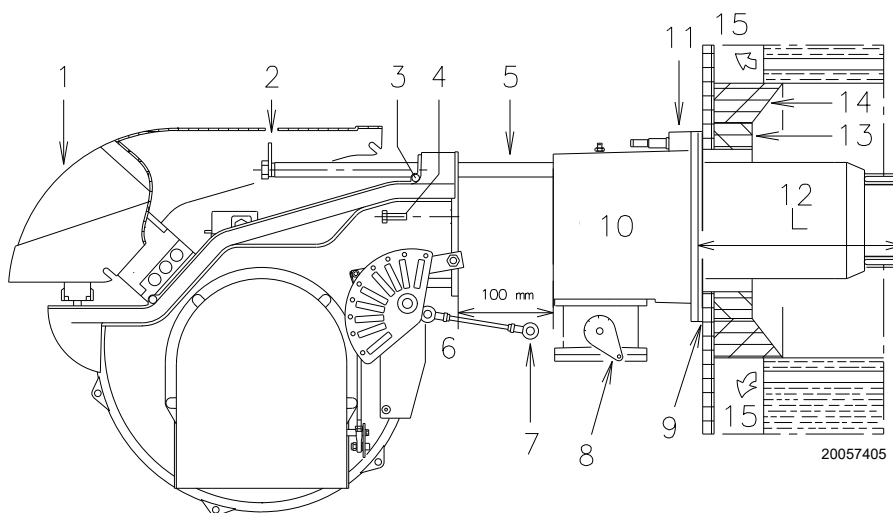

Fig. 15
Pour les chaudières avec circulation des fumées sur l'avant 13)(Fig. 15 à la page 20), ou avec chambre à inversion de flamme, réaliser une protection en matériau réfractaire 11), entre le réfractaire de la chaudière 12) et l'embout 10).
Séparer la tête de combustion du reste du brûleur, comme indiqué dans la Fig. 15 ; procéder comme suit :
À ce point de l'installation, la tête de combustion est fixée à la chaudière comme illustré dans la Fig. 15. Il est donc facile de régler, le réglage dépend uniquement de la puissance maximale du brûleur.
- remonter le brûleur sur les glissières 3) à environ 100 mm du manchon 5) - brûleur dans la position illustrée sur la Fig. 15 ;